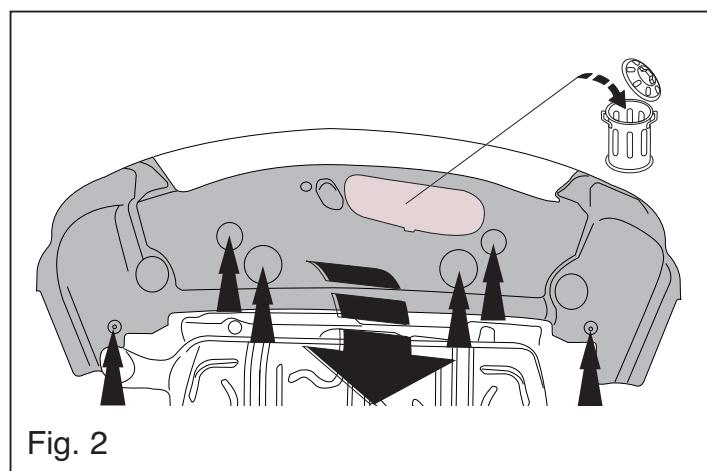

Fig. 2
3. Remove the plastic cover plate in the centre on the underside. (see fig. 2).
2. Demonteren de stalen stoeltakken van het middelen de kusstoel afdekklaat (zie fig. 2)
2. An der Unterseite in der Mitte die Abdeckplatte aus Kunststoff demonstrieren. (siehe Abb. 2).